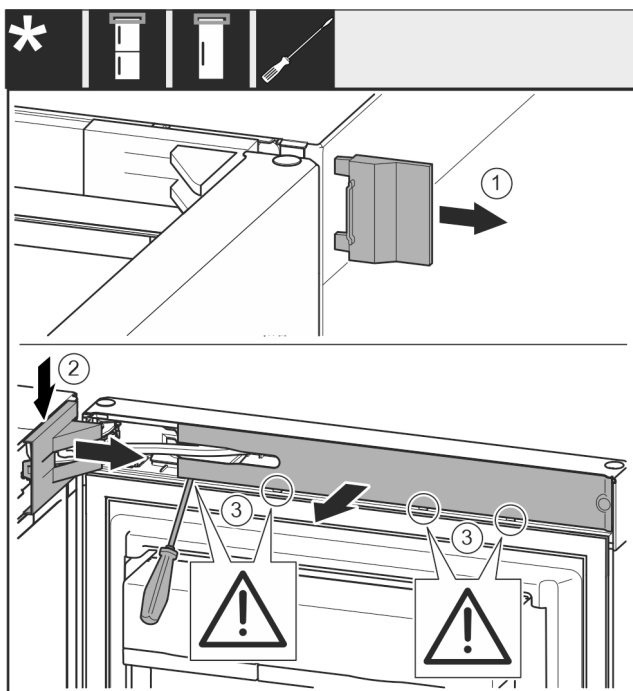

Fig. 11
- Vegye le a fedelet Fig. 11 (1).
- Pattintsa ki és oldja ki a csapágybak fedelét Fig. 11 (2).
- Vegye le a csapágybak fedelét Fig. 11 (2).
- Pattintsa ki a takarólemezt Fig. 11 (3) lapos csavarhúzóval, és fordítsa oldalra.